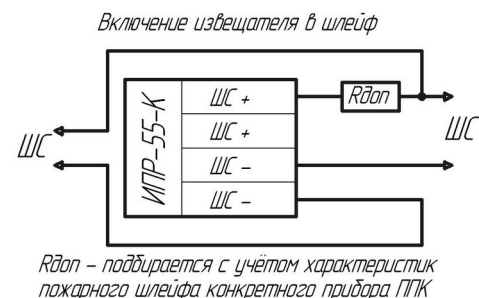

Рисунок 1. Включение извещателя в шлейф
5.2.3. Подключение проводов к клеммным соединениям производить в соответствии с полярностью, указанной на плате, по одной из схем согласно рис.1 или 2.